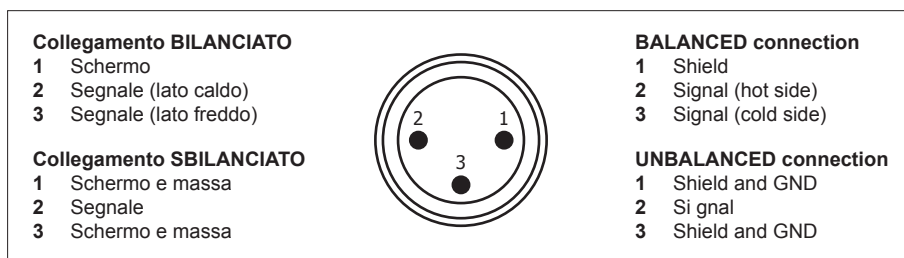

Fig. 4.2.1
Alle prese XLR **MIC.1** e **MIC.2 (23)** è possibile collegare microfoni di tipo dinamico e ad elettrete con alimentazione Phantom; i collegamenti a queste prese sono riportati nella Fig. 4.2.1. Ulteriori possibilità di connessione, che sfruttano l'uso della morsettiere (31), sono riportate al Par. 4.12, pag. 9.
It is possible to connect microphones of the dynamic or of the electret type with a Phantom power supply to the XLR sockets **MIC.1** and **MIC.2 (23)**. The connections to these sockets are shown in Figure 4.2.1. Further possible connections exploiting the terminal strip (31) are indicated under point 4.12, page 9.
Alla presa XLR **MIC.3 (22)** è possibile collegare microfoni di tipo dinamico e ad elettrete con alimentazione Phantom; i collegamenti a queste prese sono riportati nella Fig. 4.2.1. In alternativa al microfono, è possibile collegare alla presa **IN UNITS** una o più postazioni microfoniche preamplificate **MBT 1106**, che consentono di inviare messaggi su una o più zone d'ascolto. **Per il collegamento di questa postazione, è INDISPENSABILE utilizzare cavi schermati di tipo STP CAT5.E.** La regolazione del livello d'uscita è disponibile al controllo frontale (2).
It is possible to connect a dynamic or electret microphone with a Phantom power supply to the **MIC.3** XLR socket (22). The connections to these sockets are shown in Fig. 4.2.1. As an alternative to a microphone, it is also possible to connect one or more **MBT 1106** pre-amplified microphone stations, enabling messages to be sent to one or more listening zones, to the IN UNITS socket. **It is ESSENTIAL to use shielded cables of the STP CAT5.E type for connecting this station.** The output level can be controlled from the front panel (2).
I collegamenti a queste prese sono riportati nella Fig. 4.2.1. Ogni ingresso dispone di un proprio controllo di livello (3) per dosare opportunamente l'ampiezza dei vari segnali.
The connections to these sockets are shown in Figure 4.2.1. Each input has its own level control (3) so as to be able to adjust the amplitude of the various different signals suitably.